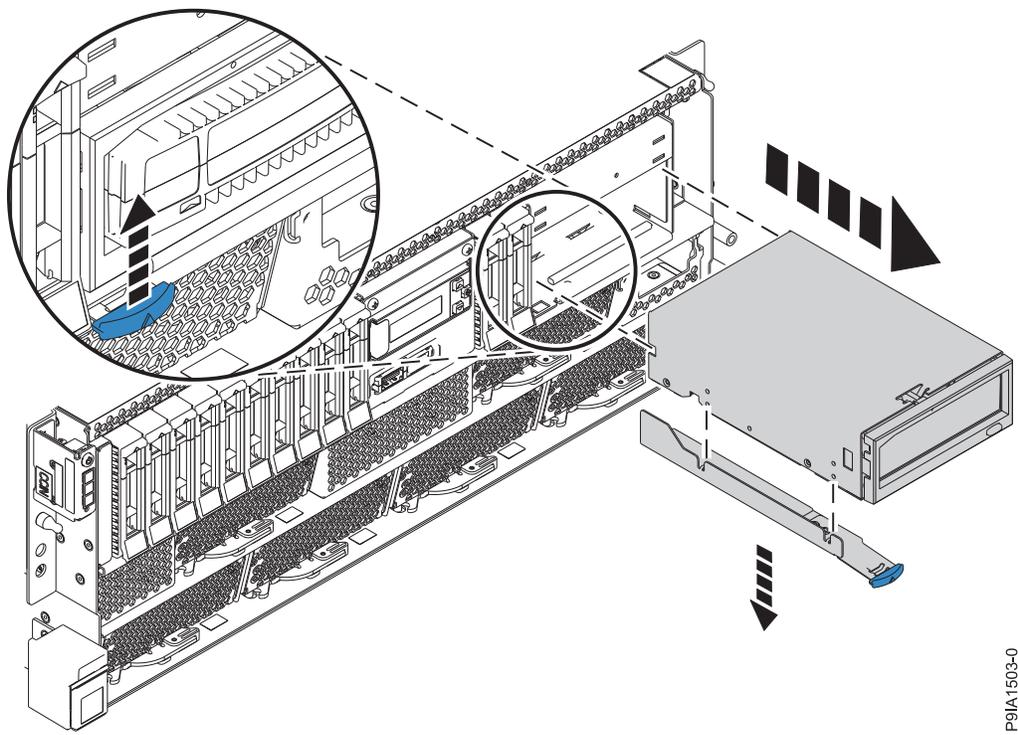

Figura 15. Removendo a estação de acoplamento RDX interna de um sistema montado em rack
- a. Empurre a guia azul na trava da estação de acoplamento RDX interna para cima para liberar a estação de acoplamento RDX interna, conforme mostrado na Figura 15 na página 19.